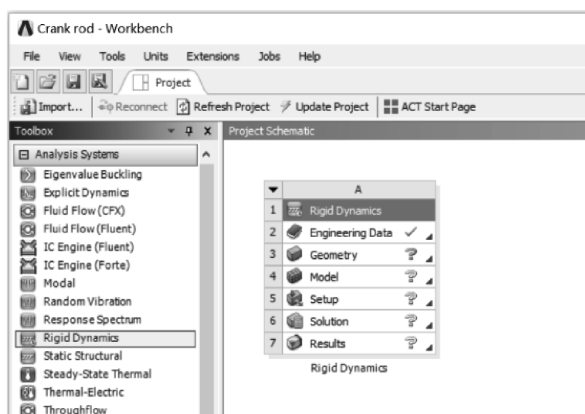

图 5-14 创建曲柄连杆机构刚柔耦合分析
(1) 在工具箱【Toolbox】的【Analysis Systems】中双击或拖动刚体动力分析【Rigid Dynamics】到项目分析流程图，如图 5-14 所示。
(2) 在 Workbench 的工具栏中单击【Save】，保存项目实例名为 Crank rod. wbpj。工程实例文件保存在 D:\AWB\Chapter05 文件夹中。